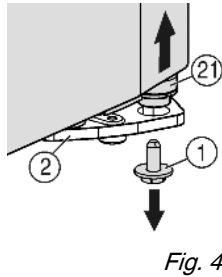
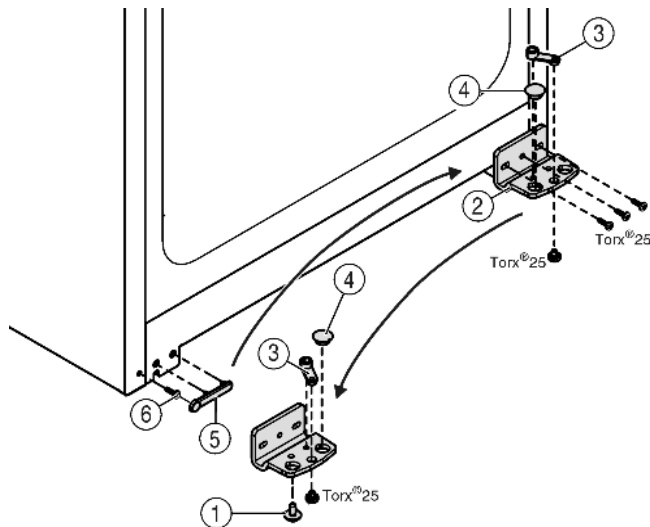

Fig. 4
Fig. 5
- ▶ Dolje desno u ležištu vrata odvrnite i izvadite sigurnosni vijak Fig. 4 (1).
- ▶ Svornjak ležišta Fig. 4 (21) odvojite od ležišta vrata Fig. 5 (2).
- ▶ Ako se svornjak ležišta Fig. 4 (21) ne odvoji, istisnite svornjak s donje strane prema van.
- ▶ Odvrnite vijke podloška ležaja Fig. 5 (2).
- ▶ Odvijte dio ležišta Fig. 5 (3) i premjestite ga u nasuprotnu prihvatnu rupu podloška ležaja, ponovo ga zavijte.
- ▶ Izvadite čepove Fig. 5 (4) iz podloška ležaja i premjestite ih u nasuprotnu prihvatnu rupu podloška ležaja.
- ▶ Oprezno podignite pokrov Fig. 5 (5) na strani ručke.
- ▶ Odvijte vijak Fig. 5 (6) i ponovo ga umetnite na drugu stranu.
- ▶ Ponovo stavite poklopac Fig. 5 (5).
- ▶ Eventualno pomoću odvijača na baterije ponovo čvrsto pričvrstite vijcima podložak ležišta Fig. 5 (2) na novoj strani šarke (s 4 Nm).
- ▶ Sigurnosni vijak Fig. 4 (1) uvrnite u svornjak ležišta i čvrsto zategnite (s 4 Nm).